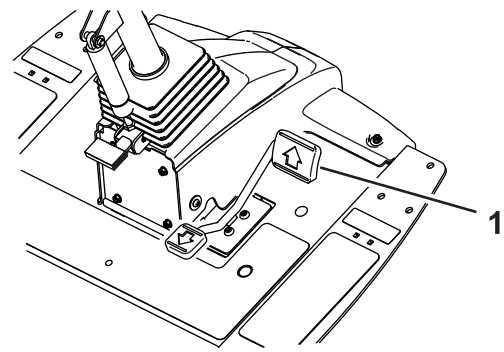
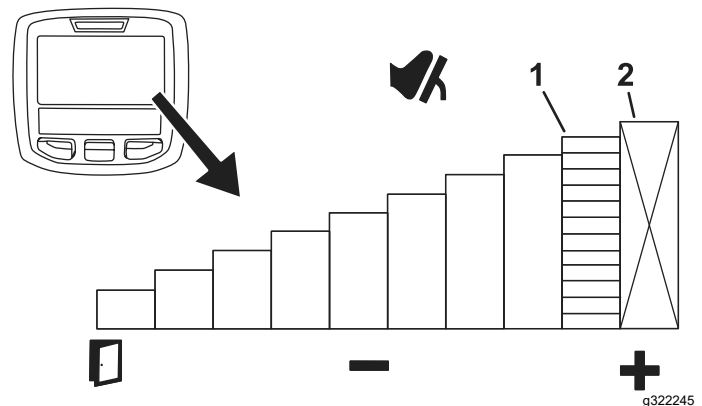

Figura 46
Figura 47
Para establecer temporalmente la velocidad máxima de la máquina, pise el pedal de tracción a fondo (**Figura 46**). Puede establecer una velocidad independiente para los intervalos de siega y transporte (**Figura 47**).
- Para acceder a esta función, seleccione el botón central del InfoCenter en la pantalla principal (**Figura 47**).